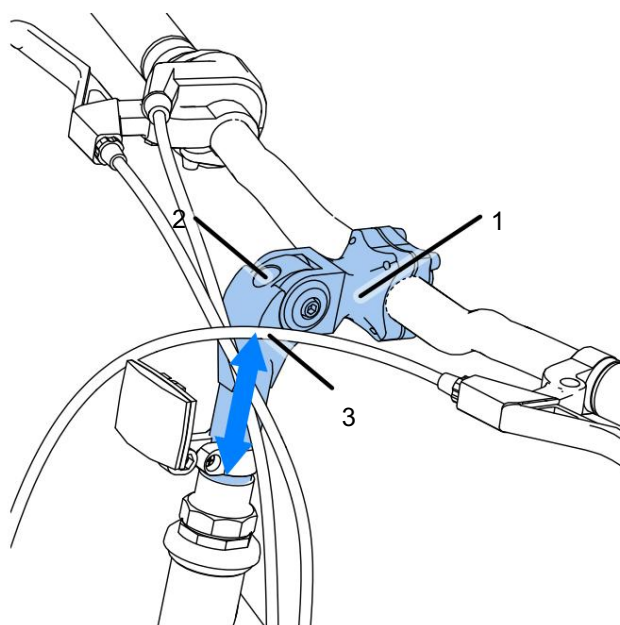

Figura 11
La figura 11 muestra el ajuste de la altura del vástago del manillar (1). Para ajustar la altura del vástago del manillar, desatornille el perno (2) del vástago (3). Esto aflojará el vástago y permitirá que se suba o baje a la posición deseada. Luego alinee el vástago con la rueda delantera. Apriete el tornillo (2) para fijar el vástago en la posición establecida.